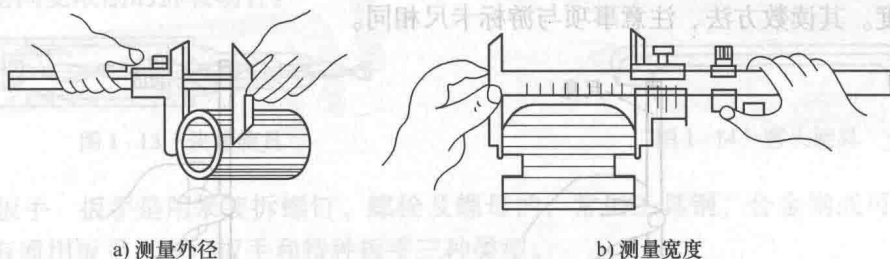

图 1-7 游标卡尺测量外径和宽度的方法
4) 测量。调整游标卡尺两测量面的距离，使之大于被测尺寸。右手握游标卡尺，移动游标，当游标卡尺的量爪测量面与工件被测量面将要接触时，慢慢移动游标，或用微调装置，直至量爪接触工件被测量面，切忌使量爪测量面与工件发生碰撞。多测几次，取它们的平均值作为测量结果。游标卡尺测量外径和宽度的方法如图 1-7 所示。